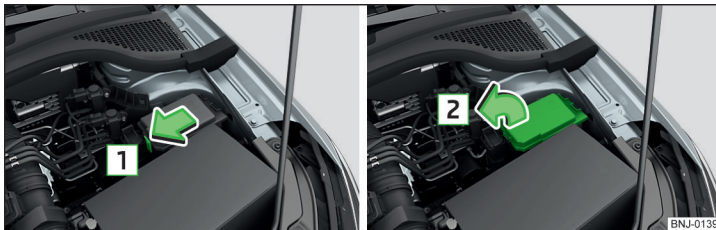

Abb. 201 Abdeckung abnehmen
- Die Verriegelungstaste der Abdeckung in Pfeilrichtung **1** » Abb. 201 drücken.